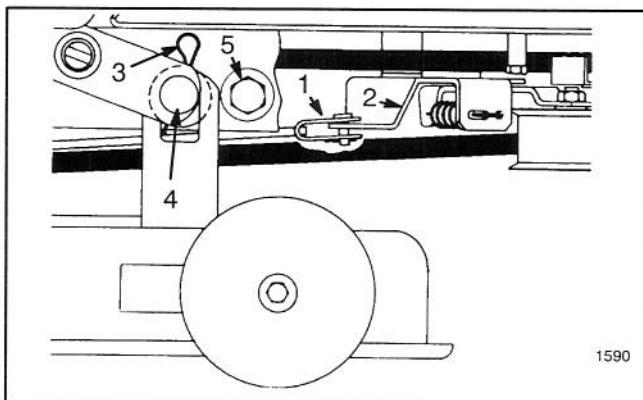

Figure 16
9. Retirer la goupille fendue et l'axe de chape rattachant la tige de frein de l'unité de coupe au support de la poulie de renvoi (Fig. 16).
10. Retirer les 2 goupilles en épingle à cheveux et les rondelles rattachant le carter de tondeuse aux axes d'assemblage (Fig. 16). Saisir le carter de tondeuse et le déplacer latéralement pour le dégager des axes, puis vers l'avant pour laisser descendre les supports avant.
5. Retirer les boulons, pièces d'arrêt et contre-écrous rattachant les butées de l'unité de coupe de chaque côté du châssis de la tondeuse (Fig. 16). Glisser le carter de tondeuse vers l'arrière pour relâcher la tension de la courroie.